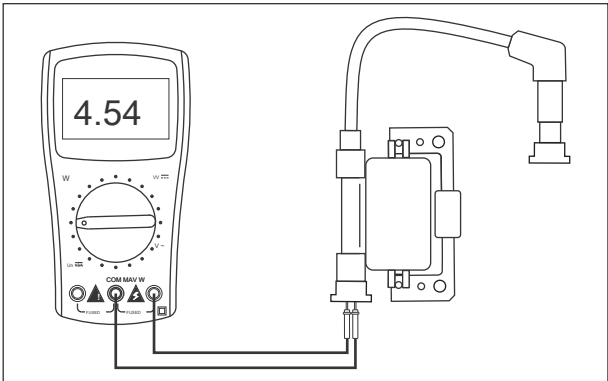

Fig. 5.12
- Conecte el probador de bolsillo '+ ve' y '-ve' conducir a los terminales del acoplador de la bobina de encendido como se muestra para medir la resistencia del devanado primario. (Fig. 5.12) Si la resistencia no está dentro del límite especificado, sustituir el conjunto de bobina de encendido con una nueva.